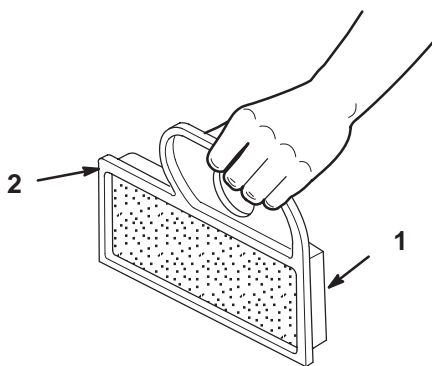

Bild 37
1. Klopfen Sie den Einsatz leicht auf eine flache Unterlage, um Staub und Schmutz zu beseitigen (Bild 37).